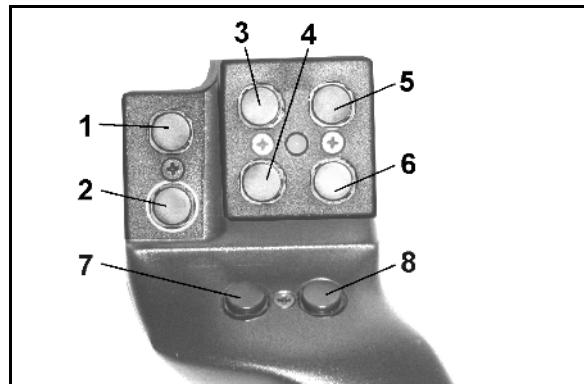

Fig. 60
Ved betjening av **AMATRON 3** har multifunksjonsspaken (Fig. 60) 8 taster (1 - 8) til disposisjon. I tillegg kan man ved hjelp av bryteren (Fig. 61/2) endre konfigurasjon av tastene i tre ulike modi.
- midtstilling (Fig. 60/A) og kan stilles
- oppover (Fig. 60/B) eller
- nedover (Fig. 60/C).
Bryterstillingen vises i form av en LED-lampe (Fig. 60/1) angezeigt.